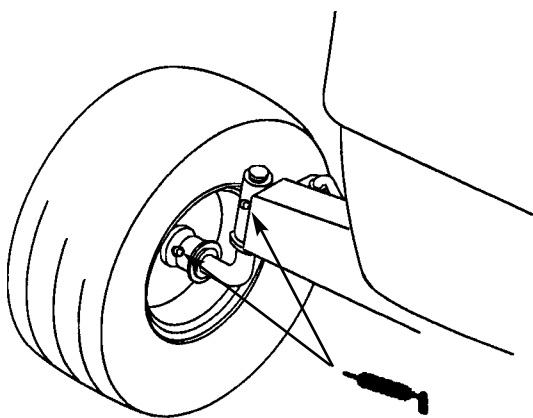

Figure 14
1. Lubrifier les roues avant jusqu'à ce que la graisse commence à s'écouler des roulements (Fig. 14).